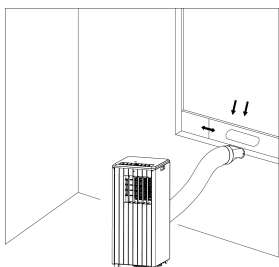
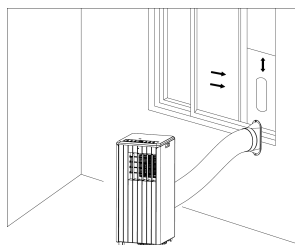

Bild 5
Bild 6
2) Förläng utblåsröret och knäpp fast utblåsrörets platta ände i hålet på förglansplattan för fönstertätning (se bild 5 och bild 6).